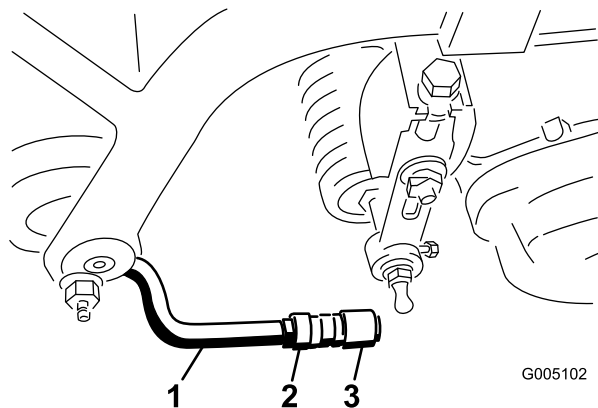

図 13
6. ソケットの開口部とボールスタッドの中心を合わせ、ジャムナットを締めてソケットを固定する（図 13）。